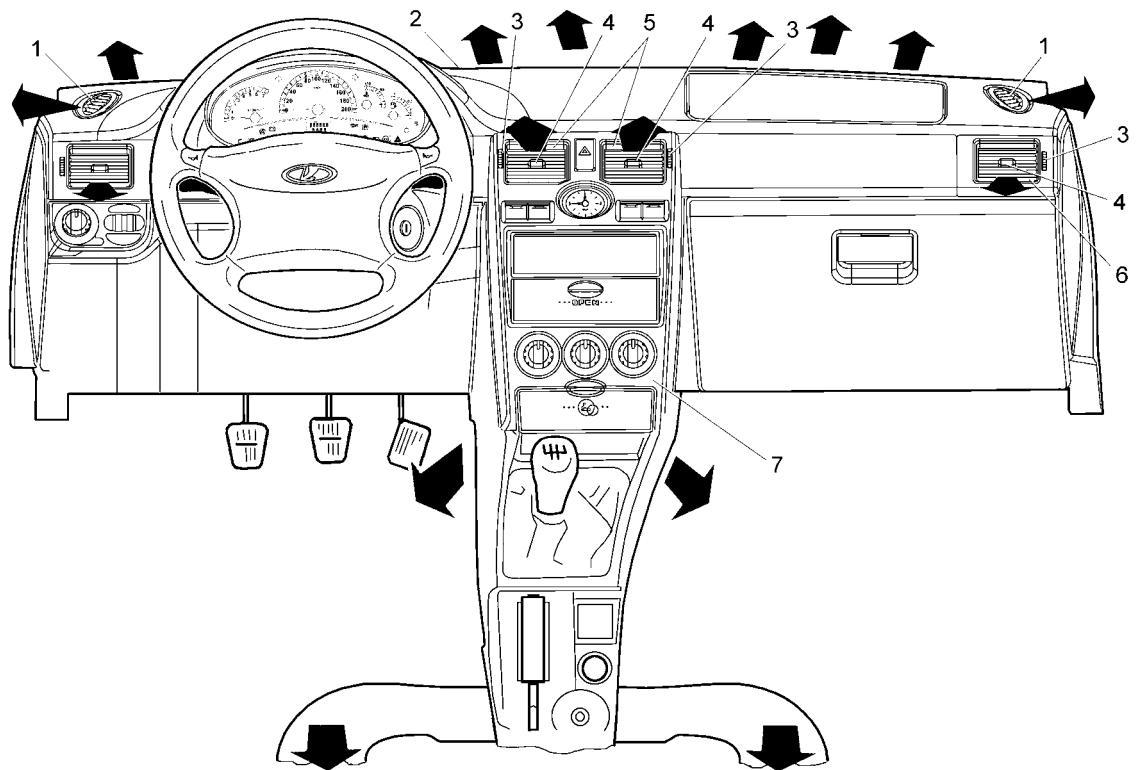

Рис. 39. Органы управления системой вентиляции и отопления салона
- 1 – сопла обдува боковых стекол (рис. 39);
7 – поворотные переключатели системы вентиляции и отопления салона (см. рис. 39).**
При установке – открыть центральные 5 и боковые 6 сопла вентиляции (рис. 39).